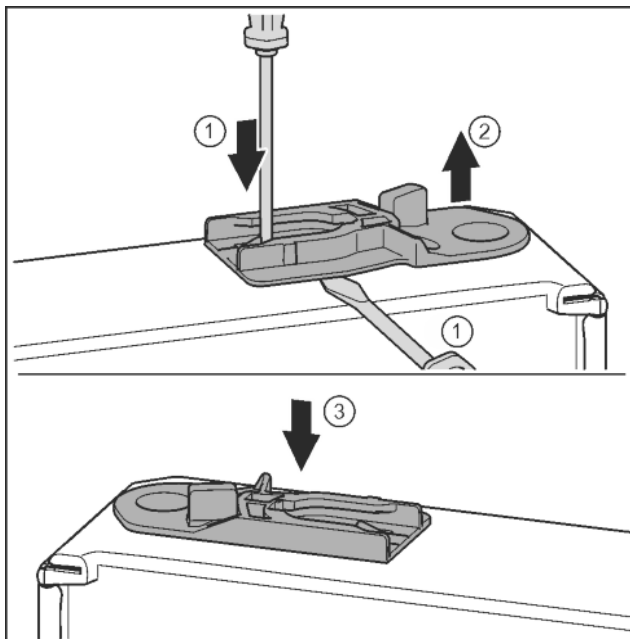

Fig. 37
- ▶ Извлечь направляющее гнездо: нажать накладку шлицевой отверткой и одновременно переместить ее шлицевой отверткой под направляющее гнездо. Fig. 37 (1, 2)
- ▶ Прилагаемое при поставке направляющее гнездо вставить на другой стороне корпуса. Fig. 37 (3)